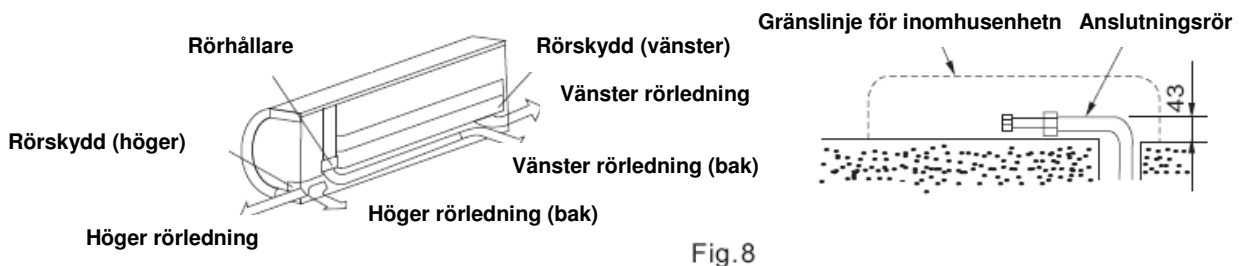

Fig.8
2. För att installera anslutningsrör (höger rörledning bak, vänster rörledning bak) på rätt sätt, då bör du böja röret så, som det visas på bilden (Fig. 8). Se till att röret ligger ca 43 mm höjden från väggen.